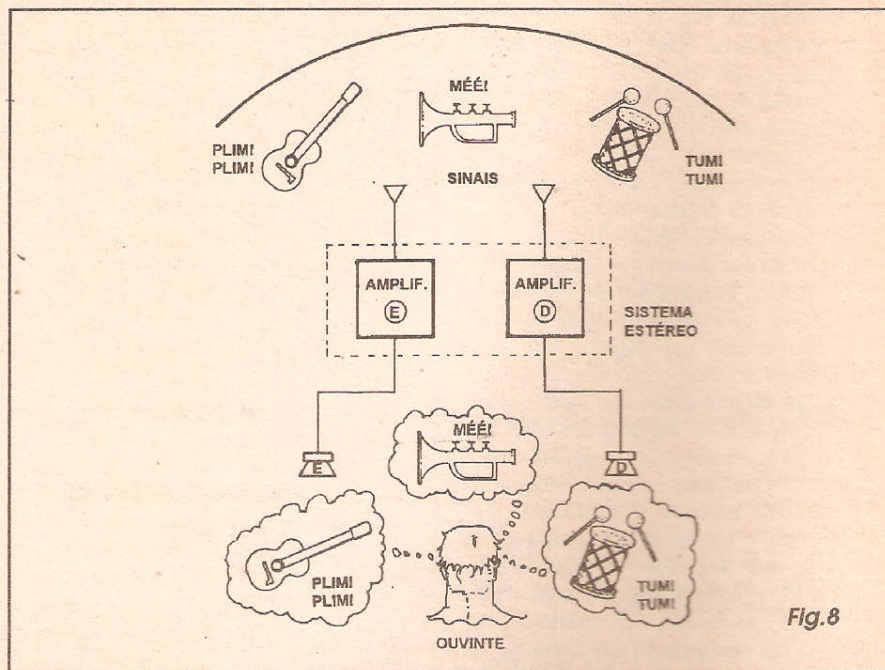

Fig.8
- **FIG. 8 - A ESTEREOFONIA** - Quando, muito tempo atrás, o *casamento* entre o **SOM** e a **ELETRÔNICA** ainda estava na sua *lua de mel*, tanto nas gravações mecânicas quanto nas magnéticas (já estudadas em seus aspectos básicos, no início da presente *lição*...), usava-se **apenas um canal**, ou seja: mesmo que na captação do *evento sonoro* fossem usados - por vezes - vários microfones ou transdutores (de modo a *pegar* bem os sons dos diversos instrumentos de uma orquestra ou banda - por exemplo ...), na reprodução havia uma *única fonte sonora* (seja um *só* alto-falante ou diversos deles, porém rigorosamente recebendo o *mesmo* sinal ou *canal*...). Dessa maneira, nossos ouvidos (que, como a maioria de vocês já deve ter percebido, *são dois*, sabiamente posicio-